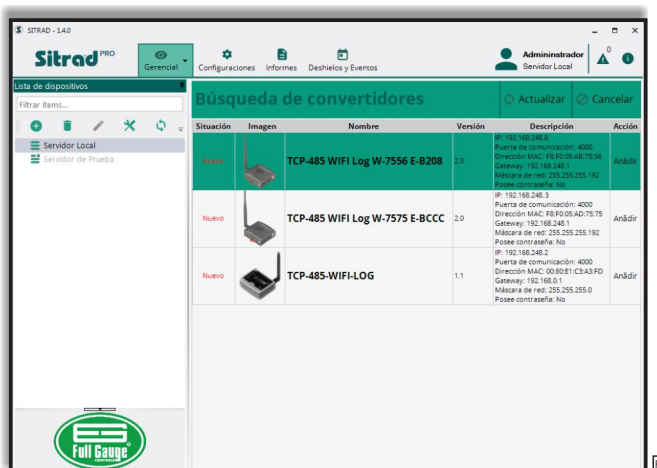

Figura 27
Paso 3: El Sitrad^{PRO} deberá realizar la búsqueda en la red, y los convertidores disponibles deben surgir en la guía **Búsqueda de convertidores** (Figura 27). Seleccione el convertidor deseado y haga clic en **Añadir**.